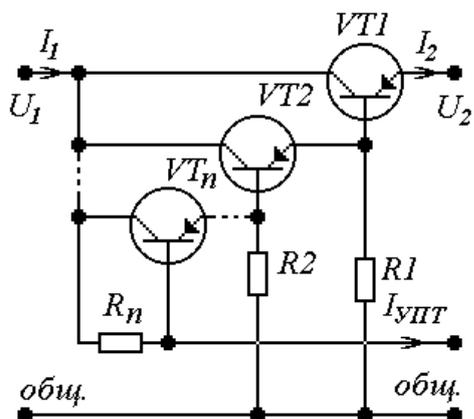

Рис.1. Вариант 1
$$U_{1ном} \geq \frac{U_{2ном} + 4}{1 - 2\delta_1 - q_1}, \text{ для рис. 1, 2.} \quad (1)$$
$$U_{K1} = (1 + \delta_1 + q_1)U_{1ном} - U_{2ном}, \text{ для рис. 1, 2, 3, 4, 5, 6, 7, 8.} \quad (4)$$
$$I_{РЭmax} = I_{2max}, \text{ для рис. 1, 2, 3, 4, 5, 6, 7, 8.} \quad (7)$$
$$I_{Kl} = \frac{I_{РЭmax}}{\prod_{j=0}^{l-1} K_{lj}}, \quad l=1 \dots n, \quad K_{l0} = 1, \text{ для рис. 1} \dots 10. \quad (9)$$
$$K_{I_l} = \beta_l + 1, \quad l=1 \dots n, \text{ для рис. 1, 2, 3, 4, 5, 6, 9, 10.} \quad (10)$$
$$R_l \leq U_{2ном} / I_{KOl}, \quad l=1 \dots (n-1), \text{ для рис. 1, 2, 3, 4, 5, 6.} \quad (12)$$
$$R_n \leq \frac{\left((1 - \delta_1 - q_1)U_{1ном} - U_{2ном} - \sum_{i=1}^n U_{БЭ_i} \right) \prod_{i=1}^n K_{I_i}}{I_{PЭmax}}, \text{ для рис. 1, 2.} \quad (15)$$
$$I_{УПТmax} = \frac{(1 + \delta_1)U_{1ном} - U_{2ном}}{R_n}, \text{ для рис. 1, 2.} \quad (17)$$
$$R_i = \left(\sum_{l=1}^n \frac{\prod_{i=0}^{l-1} K_{I_i}}{r_{d_l}} + \frac{\prod_{i=0}^n K_{I_i}}{R_n} \right)^{-1}, \text{ для рис. 1, 2.} \quad (24)$$
$$R_{\text{вхРЭ}} = \sum_{l=1}^n \left[\left(\frac{1}{r_{\text{вх}_l}} + \frac{1}{R_l} \right)^{-1} \prod_{i=0}^{n-l} K_{I_i} \right], \text{ для рис. 1, 2, 3, 4, 5, 6, 9, 10.} \quad (27)$$